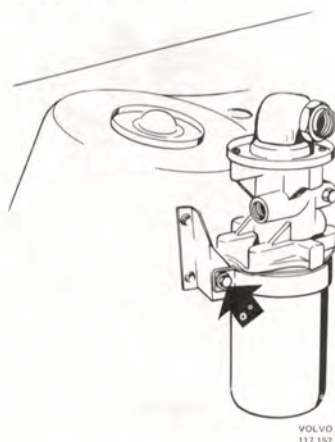

Bild 68
3. Märk upp ventilhusets läge på konsolen, demontera skruven för klamman (bild 68) och ta bort klamman och ventilhuset.